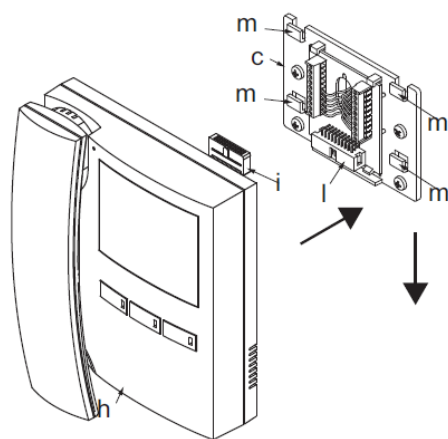
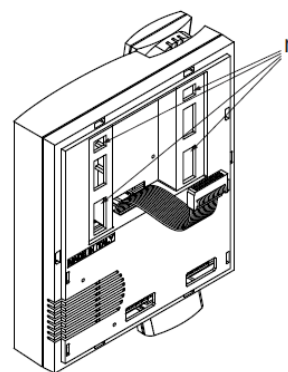

Fig.3
Fig.4
- Eenmaal de draden zijn aangesloten, haak dan de videofoon "h" vast in de muurplaat "c" (zie FIG.3).
- Plaats de videofoon "h" tegen de 4 haken "m" van de muurplaat "c" (in lijn met de 4 openingen "n" op de achterzijde van de videofoon (FIG.4) en druk naar beneden zoals aangeduid in FIG.3).